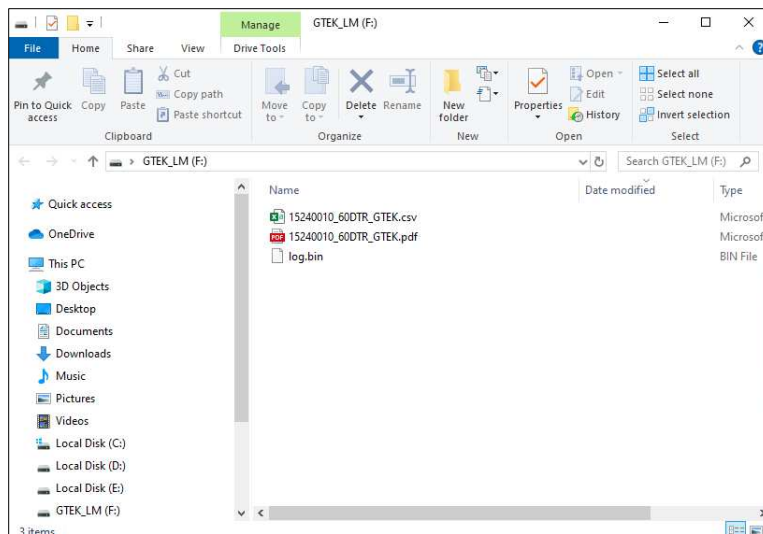

Figura 21 Detectado como unidad de almacenamiento masivo USB
- Una vez que el registrador de datos esté conectado a la PC, aparecerá la ventana de la unidad de almacenamiento masivo USB, como se muestra en la figura 21, que muestra el informe PDF/CSV y el archivo bin de datos de registro en aproximadamente 1 hora. 30 segundos.